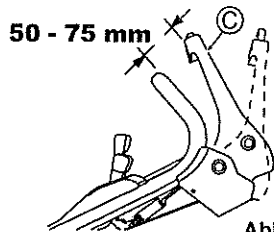

Abb. 25.
Nehmen Sie die Justierung so vor, dass die Klinge sich zu drehen beginnt, wenn der Abstand zwischen dem Klingenshebel (C) und dem Griff 50 - 75 mm beträgt und der gelbe Knopf, wie in Abb. 25 dargestellt, gedrückt ist.